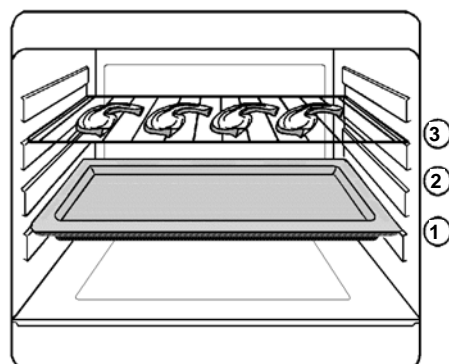

fig. 6
- Glissez la grille support de plat au gradin 2 ou 3 suivant l'épaisseur de la pièce à griller (fig.6).